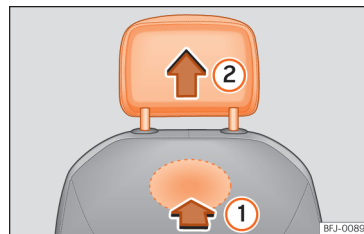

Abb. 96 Kopfstütze vorne ausbauen.
- Lokalisieren Sie zum Entriegeln der Kopfstütze die Aussparung im markierten Bereich auf der Rückseite der Sitzlehne und drücken Sie in Pfeilrichtung >>> [Abb. 96] ①.
- Ziehen Sie die Kopfstütze in Pfeilrichtung ② heraus.